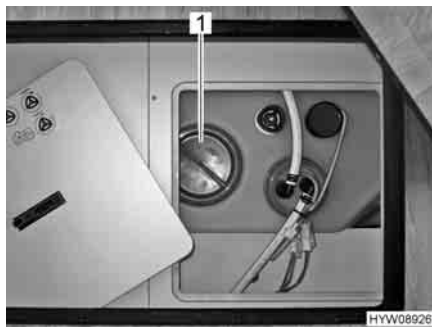

Fig. 187 Apertura per la pulizia del serbatoio dell'acqua
- Staccare il coperchio (Fig. 187, 1) del serbatoio dell'acqua.